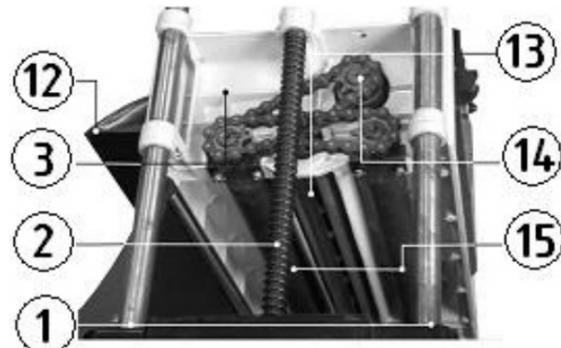

Рис.4
Строгальный вал (13) с закрепленными на нем строгальными ножами приводится во вращение коллекторным двигателем через ремённую передачу, рис. 4а. Конструктивно узел привода объединен в один блок и включает понижающий редуктор с цепной передачей (14) для перемещения заготовок в рабочую зону.
Рис. 4а
9.4. Строгальный вал со строгальными ножами (Рис. 4)
следствие, к поломке звездочек и обрыву цепей привода (17) роликов (15) подачи заготовки, Рис. 4. Всегда защищайте лицо соответствующим защитным щитком или очками.